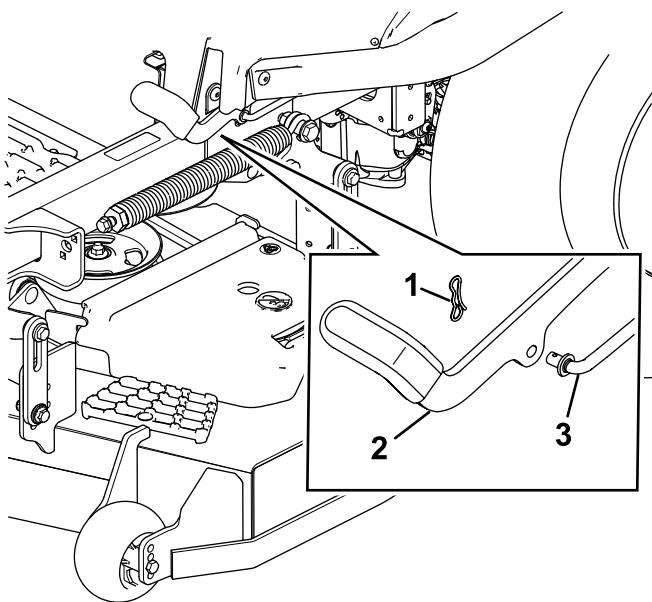

Figura 60
6. Si es necesario un ajuste, quite el freno de estacionamiento. Retire el pasador del eje del acoplamiento del freno (Figura 60).